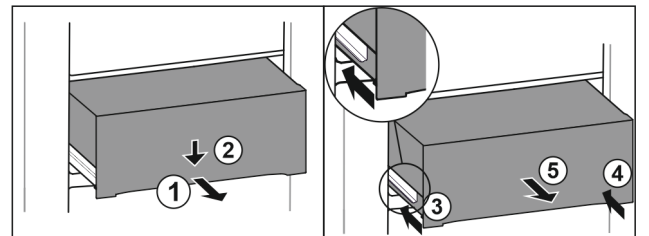

Fig. 94
- ▶ Schubfach halb herausziehen. Fig. 94 (1)
- ▶ Schubfach an der Vorderseite nach unten drücken. Fig. 94 (2)
- ▶ Linke Schiene etwa 2 cm einschieben. Fig. 94 (3)
- ▶ Rechte Schiene etwa 2 cm einschieben. Fig. 94 (4)
- ▶ Schubfach nach vorne entnehmen. Fig. 94 (5)